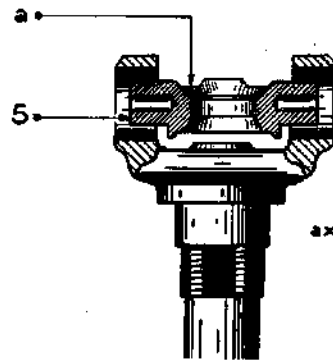
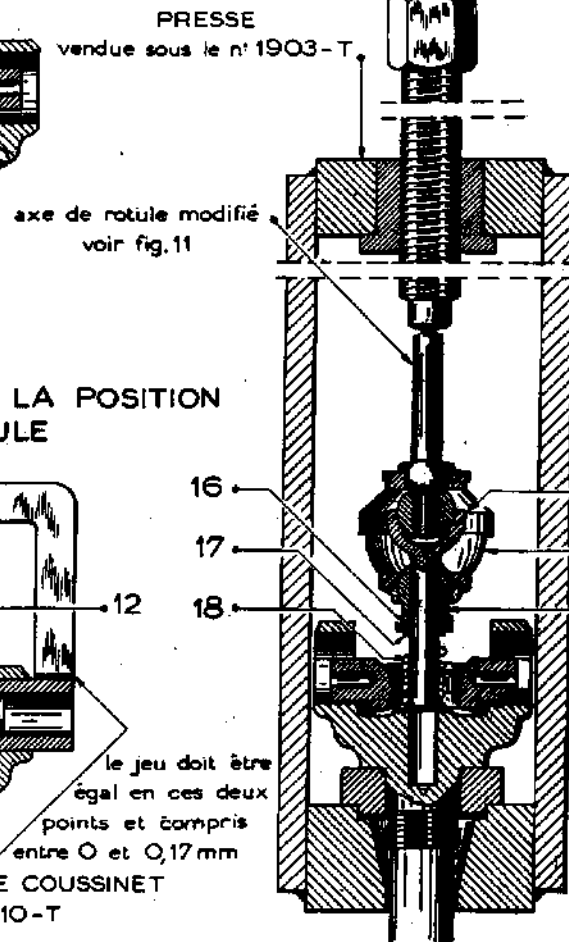

Fig. 10 _ MISE EN PLACE
Fig. 11 _ AXE DE ROTULE MODIFIE
8	Préparer la fusée (voir Pl. 65) : Monter le croisillon (5). La partie évidée « a » doit être orientée comme indiqué sur la fig. 9. (Fig. 10). Placer sur la rotule (7) équipée de ses cuvettes d'étanchéité soudées (6) (ensemble vendu par notre Service des pièces détachées) la rotule à coulisse (15), la rondelle liège (16), la rondelle tôle (17) et le ressort (18)..... S'assurer de la parfaite propreté du trou central de fusée et de la queue de la rotule (7). Emmancher à la presse, (utiliser la presse 1903-T, voir fig. 10), la rotule creuse (7) jusqu'à buter (l'effort peut aller jusqu'à 12 tonnes). Utiliser un axe de rotule usagé, modifié comme indiqué sur la fig. 11. Placer l'ensemble bien verticalement pour ne pas fausser la tige de rotule..
(Fig. 14) (voir Pl. 66). Emmancher à la presse, (utiliser la presse 1903-T, voir Pl. 65, fig. 10) l'axe de rotule (13) jusqu'à buter. Placer l'ensemble bien verticalement pour ne pas fausser l'axe de rotule. Protéger la rotule par une coquille de poussée, (utiliser la coquille 1904-T).	Coquille de poussée 1904-T Presse 1903-T